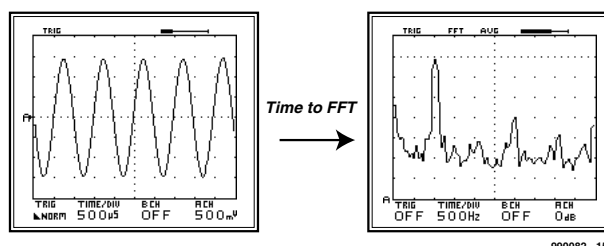
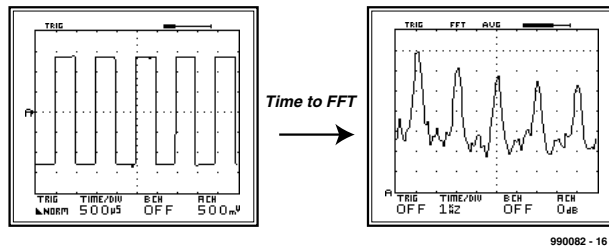

Bild 5. FFT eines 1-kHz-Sinussignals mit 0 dB.
Bild 6. FFT eines 1 kHz-Rechtecksignals mit 0 dB.
**Bild 5** zeigt ein 1-kHz-Sinussignal mit einer Amplitude von 0 dBV effektiv oder 1,414 V Scheitelwert (0 dB =  $20 \log 1 \text{ Veff}$ , Effektivwert = Scheitelwert  $\times 0,707$ ). Die vertikale Skala ist auf 10 dB/DIV fest eingestellt, und die Referenz-Markierung (gestrichelte Linie am oberen Bildschirmrand) wird durch die ACH-Verstärkungseinstellung in dB festgelegt. Da ein reines Sinussignal nur aus der Grundwelle besteht, zeigt das Frequenzspektrum auch nur eine einzige Spitze bei 1 kHz. Mit dem Referenzmarker auf 0 dB liegt der Rauschpegel um etwa -45 dB tiefer. Zum Vergleich ist in **Bild 6** ein 1-kHz-Rechtecksignal analysiert, das neben der Grundwelle ungeradzahlige Harmonische bei 3, 5, 7 kHz und so weiter enthält, deren Amplitude mit ansteigender Frequenz abnimmt. Genauere Betrachtung von Bild 5